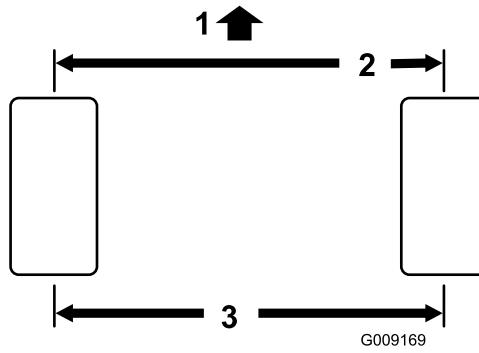

Figura 106
**Nota:** La distancia delantera debe ser de 3 mm ( $\frac{1}{8}$ ") menos que la trasera (Figura 106).